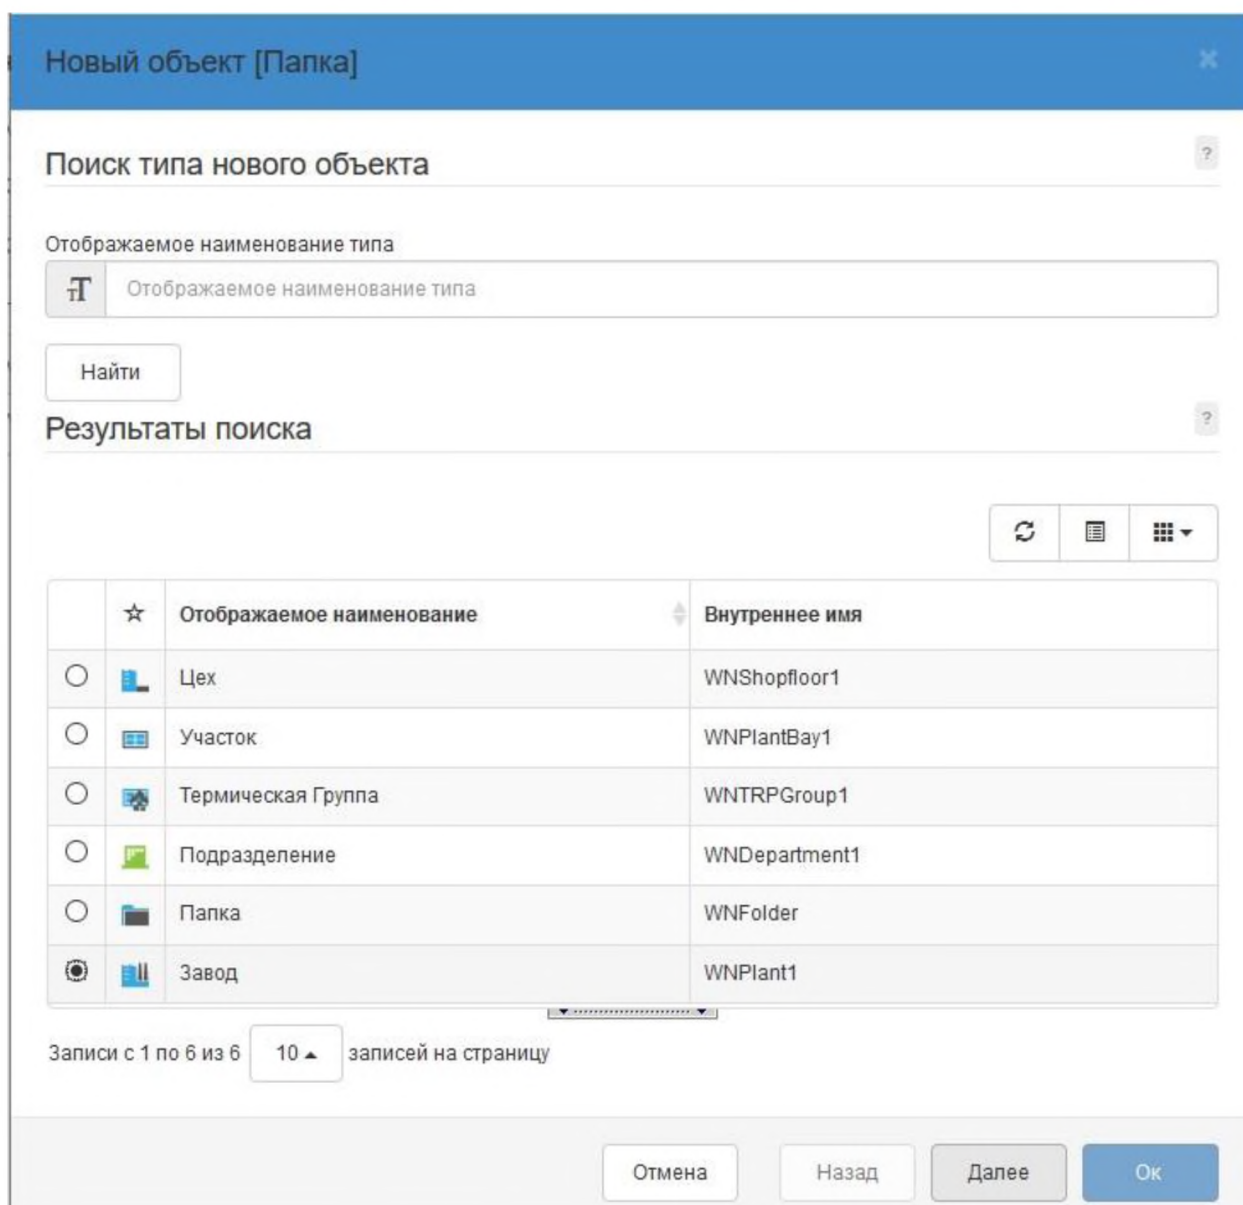

Рисунок 56 – Выбор типа папки «Завод»
- 4) Нажмите **Найти**, выберите тип папок **Завод** и нажмите **Далее** (рис. 56).